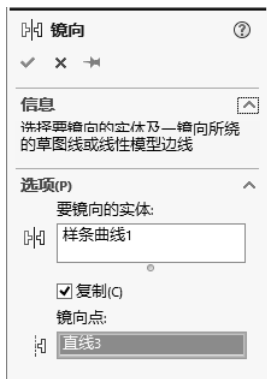

图 11-19 “镜向”属性管理器
**③** 单击“草图”控制面板中的“镜向实体”按钮, 弹出“镜向”属性管理器，如图 11-19 所示，选择上步绘制的样条曲线为要镜像的实体，选择竖直中心线为镜像点，单击属性管理器中的“确定”按钮。重复“镜向”命令，将绘制的样条曲线和镜像后的样条曲线